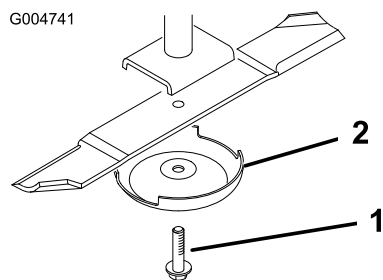

Figura 85
- Togliete il bullone, la coppa antistrappo e la lama dall'asse del fusello (Figura 85).